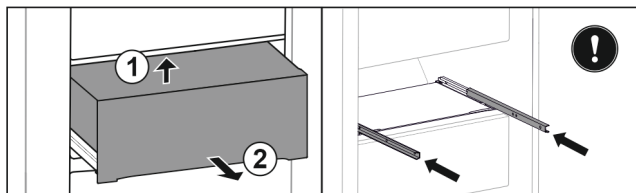

Fig. 37
- ▶ Unieść szufladę z tyłu od dołu. Fig. 37 (1)
- ▶ Wyjąć szufladę do przodu. Fig. 37 (2)